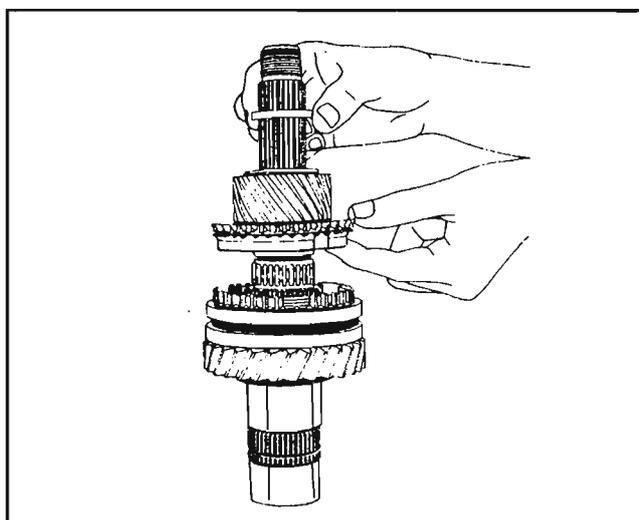

Fig. 59
Instale el conjunto del piñón de la 5ª velocidad (41) con el cojinete de agujas (39) y el cono sincronizador (30a) de tal manera que el cono sincronizador se encuentre en lado del piñón de engrane. Fig. 59